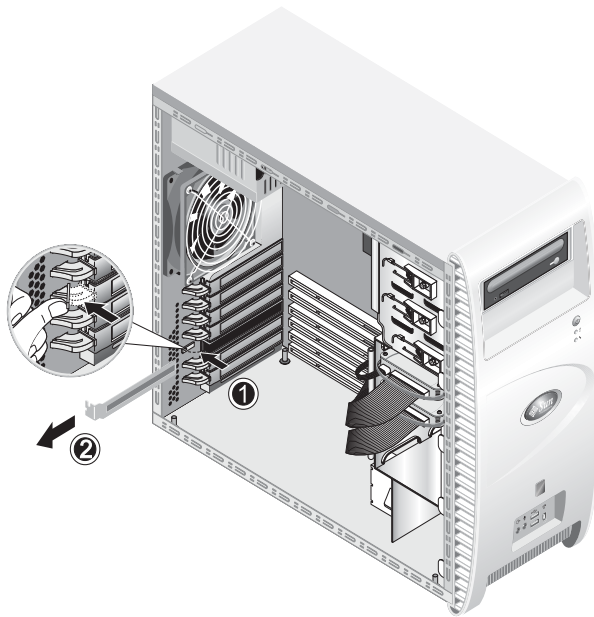

ABBILDUNG 4-15 Entfernen einer PCI-Kartensteckplatzblende
5. **Drücken Sie den blauen Halteclip zusammen, mit dem die Blende des ausgewählten Steckplatzes auf der Innenseite des Systemgehäuses gesichert ist, bis er sich durch die Aussparung in der Gehäuserückwand schieben lässt (siehe (1) in ABBILDUNG 4-15), und legen Sie ihn nach außen um.**
6. **Ziehen Sie die Steckplatzblende heraus (siehe (2) in ABBILDUNG 4-15).**